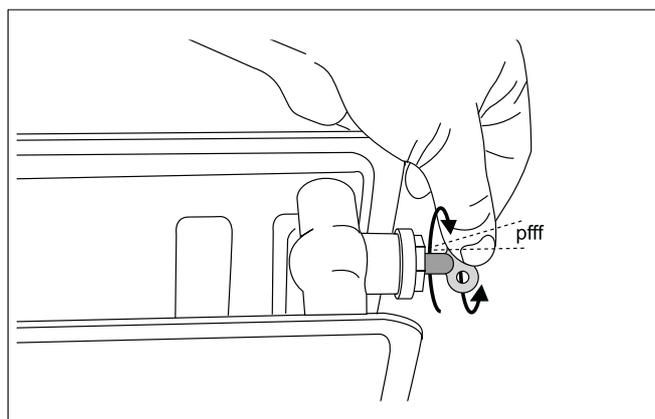

Fig. 53 Sfiatare l'impianto di riscaldamento
- Sfiatare l'impianto di riscaldamento mediante le valvole di sfogo aria dei radiatori. Iniziare l'operazione dal piano inferiore dell'edificio e proseguire con i piani più alti (fig. 53).